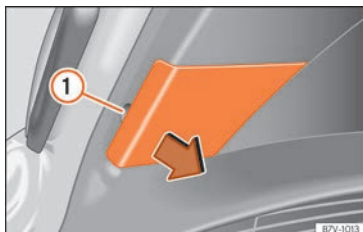

Abb. 113 In der Heckklappe: Abdeckung abnehmen.
2. Mit der flachen Klinge des Schraubendrehers aus dem Bordwerkzeug (»» **Abb. 102**) die Abdeckung an der Aussparung »» **Abb. 113** ① vorsichtig abhebeln.